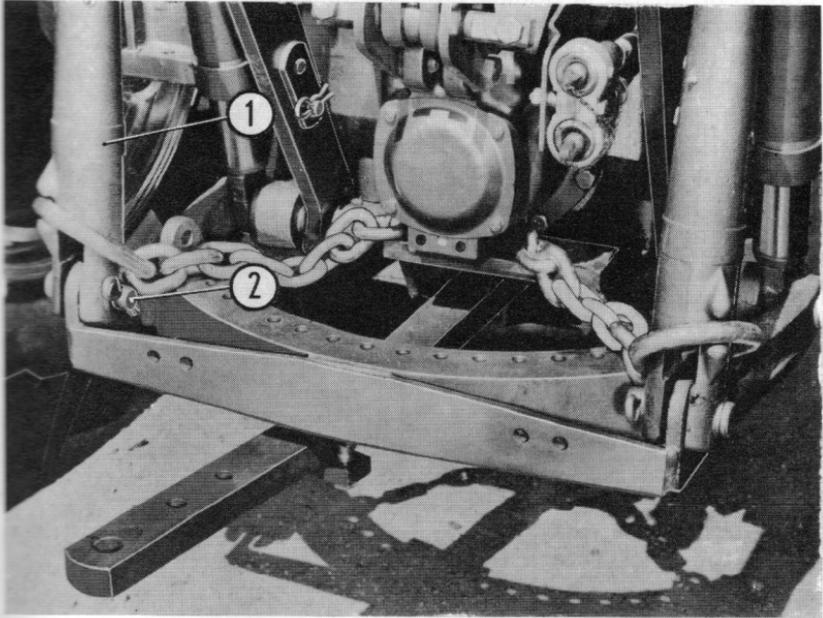

Fig. 24
3. Fixer les tirants 1 (fig. 24) sur le bâti d'attelage à l'aide des axes fournis 2 (fig. 24). Remonter le bâti à l'aide du système hydraulique jusqu'à la position horizontale et verrouiller les barres